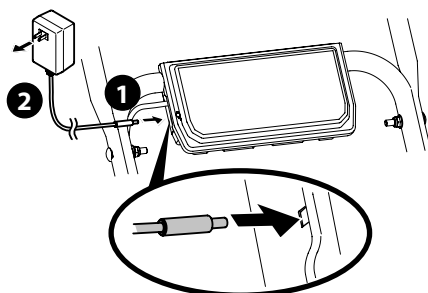

Figura 13
1. Quite el sello de la tapa y enchufe el cargador de la batería en el orificio de entrada del lado del alojamiento de la batería. Consulte la (Figura 13).